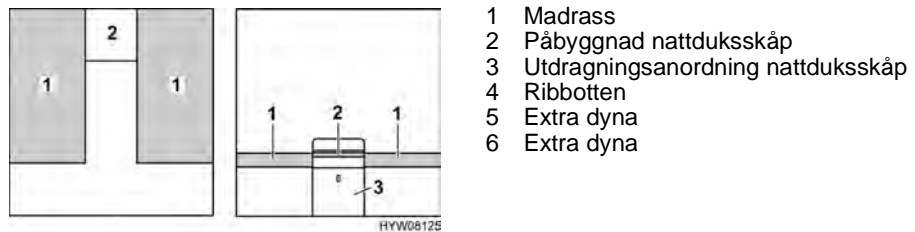

Bild 74 Före ombyggnaden
- Ta bort nattduksskåpets påbyggnad (Bild 74,2) och ställ den åt sidan.